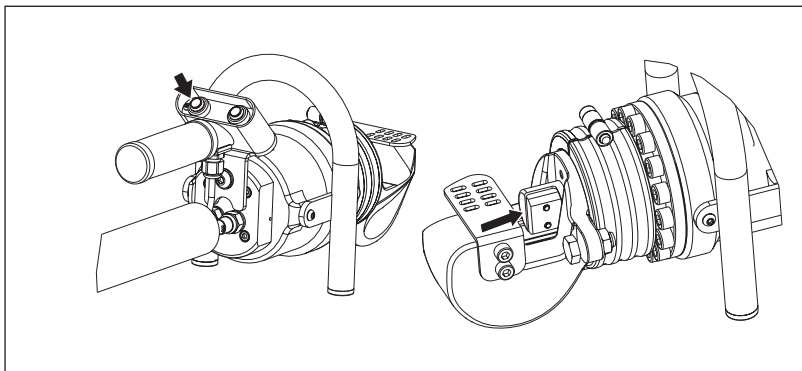

Figura 10, Funzionamento - Retrazione
- Tenere premuto il pulsante di **retrazione** per fare arretrare lo stelo e fare scorrere la lama mobile all'indietro. Vedere la figura 10.